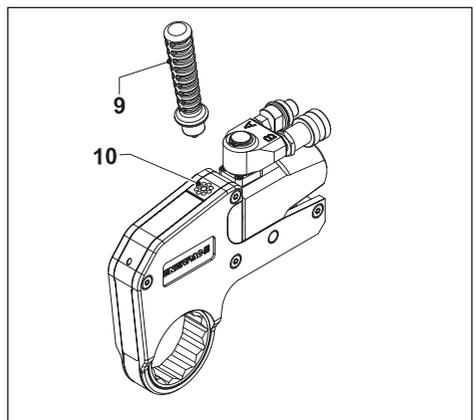

图 3
3.2 装上定位手柄 (图 3)
- 将螺纹端彻底拧入扳手柄顶部的螺纹孔 (10) 以安装定位手柄 (9)。